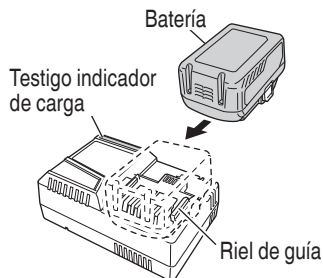

Fig. 11
2. Inserte la batería en el cargador de baterías. Inserte la batería en el cargador de baterías como muestra en la Fig 11.